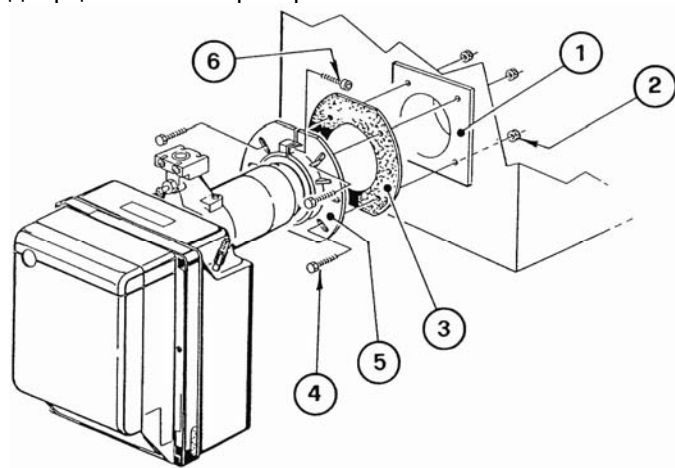
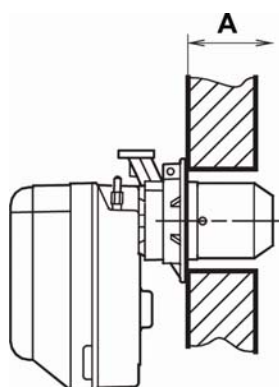

Рис. 7
Рис. 9
- Установите фланец (5) с **изоляционной прокладкой** (3) на дверцу котла (1) с помощью четырех болтов (4) (и при необходимости гаек) (2), но не затягивайте один из верхних болтов (4) (см. рис.7).
- Вставьте во фланец (5) головку горелки, затяните фланец болтом (6), затем затяните верхний болт (4).
**Примечание:** Горелка может устанавливаться на дверцы различной толщины (**A**) (см. рис. 9). В любом случае необходимо убедиться, что головка горелки длиннее толщины дверцы теплогенератора.